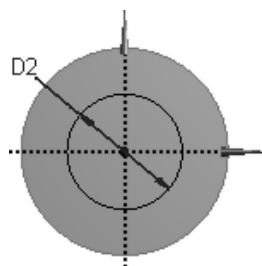

图 3.13.6 草图 2
(1) 绘制图 3.13.6 所示的草图 2。选取 *XYPlane*，单击“New Sketch”按钮 ，绘制图 3.13.6 所示的截面草图，其中 $D2=50$ 。